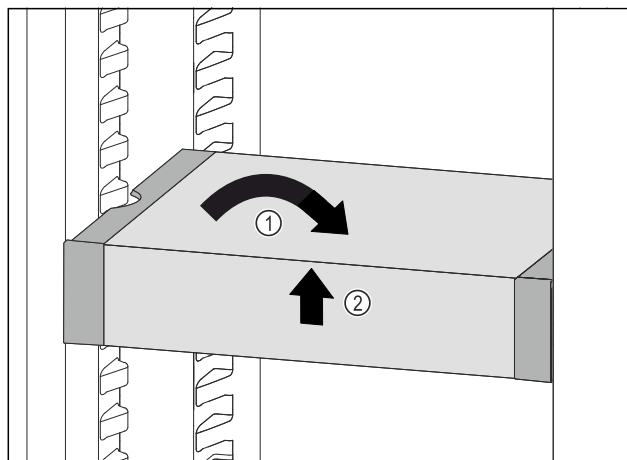

Fig. 191
- Vendosni drejt VarioSafe. Fig. 191 (1)
- Ngrini lart VarioSafe në pjesën përpara. Fig. 191 (2)